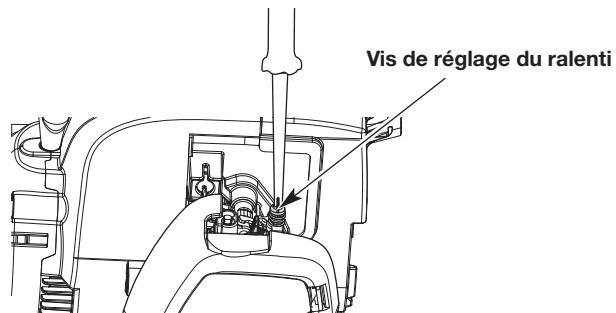

Fig. 19
- Relâchez la manette des gaz et laissez le moteur tourner au ralenti. Si le moteur s'arrête, insérez un petit tournevis à pointe cruciforme pour tourner la vis du ralenti dans le sens horaire, de 1/8 de tour à la fois (comme nécessaire) jusqu'à ce que le moteur tourne au ralenti (Fig. 19).
- Si le ralenti du moteur est trop rapide, tournez la vis de réglage du ralenti dans le sens horaire inverse, de 1/8 de tour à la fois (comme nécessaire) pour réduire le régime du ralenti (Fig. 19).